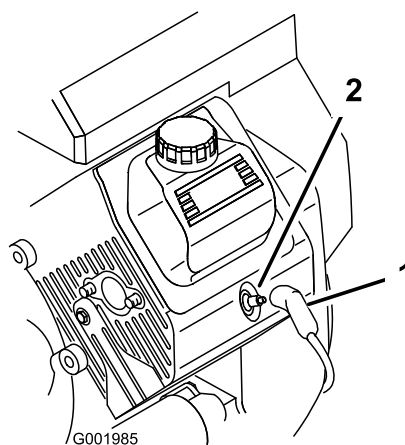

Figure 48
3. Débranchez les fils des bougies (Figure 48).
3. Rebranchez les bougies (Figure 48).